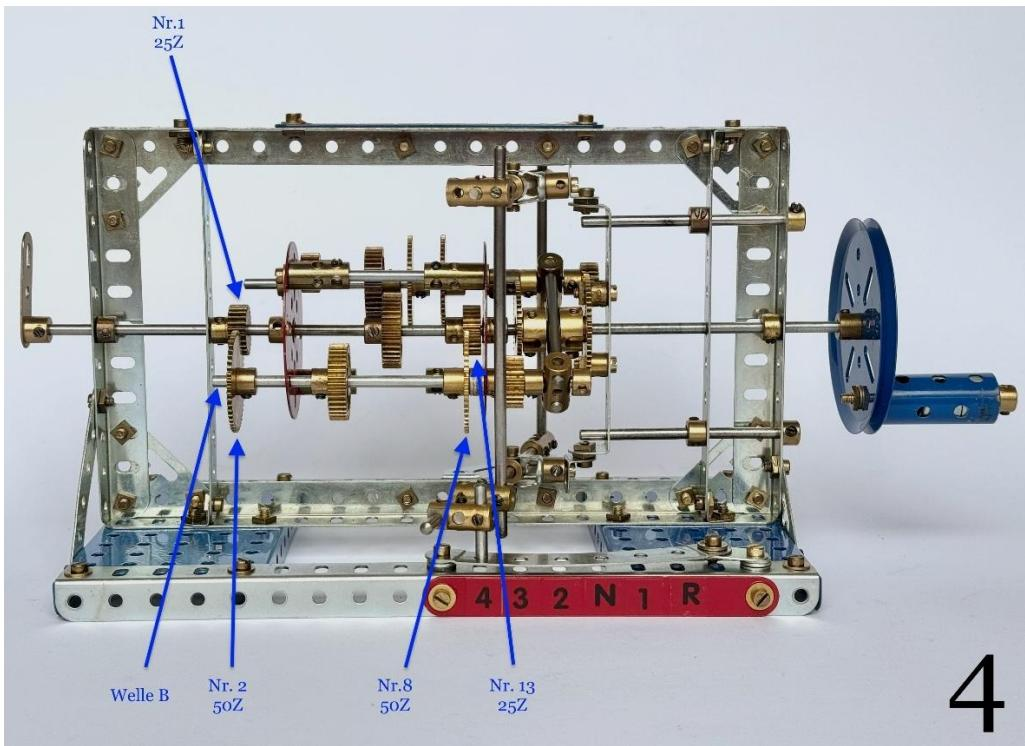

Abb. 11: Schaltbild 4. Gang
4. Gang (Abb. 11): Das Ritzel 13 kämmt immer noch mit Zahnrad 8 auf der Welle B. Auf der gleichen Welle befindet sich links vom Planetenträger außen das Zahnrad 2, das nun die Kraft von der Welle B auf das Ritzel 1 auf der Abtriebswelle D überträgt.